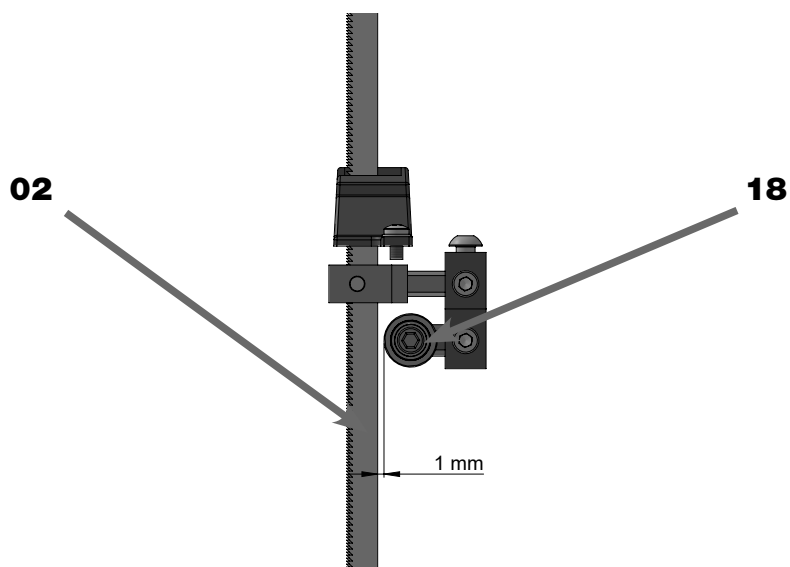

FIGURA 28 – Posição da Lâmina de Serra de Fita com o Rolamento de Encosto Inferior
27. POSICIONAR o Rolamento de Encosto (18) da Guia Fixa (13) até tocar no dorso da Lâmina de Serra de Fita (02);
28. AFASTAR o Rolamento de Encosto (18) 1 mm da Lâmina de Serra de Fita (02), conforme indicado na figura 28;
29. APERTAR através do Furo **B** o Parafuso de Fixação (61) com a Chave Allen 4 mm (45);
38. SOLTAR o Parafuso de Fixação (66) (figura 28) das Pastilhas (17) no Suporte Superior das Pastilhas (60) com auxílio da Chave Allen de 2 mm (46);
41. APERTAR o Parafuso de Fixação (63) com a Chave Allen 4 mm (45) (figura 28);
42. APERTAR os Parafusos de Fixação (66) com auxílio da Chave Allen de 2 mm (46);
43. INSTALAR a Proteção da Guia Fixa (58) pelos seus respectivos Parafusos;
44. INSTALAR a Mesa de Corte (15);
45. POSICIONAR lateralmente o Rolamento de Encosto (18) para que o dorso da Lâmina de Serra de Fita (02) fique no centro do seu anel externo;
46. ENCAIXAR a Palheta de Segurança (12) na Chave LIGA/DESLIGA (11);
47. LIGAR a máquina pela Chave LIGA/DESLIGA (11);